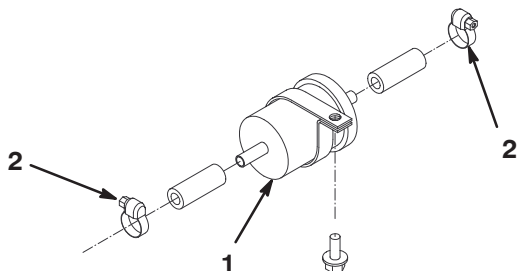

Bild 43
3. Lockern Sie die Schlauchklemmen an beiden Filterseiten (Bild 43) und ziehen die Kraftstoffleitungen vom Filter ab.